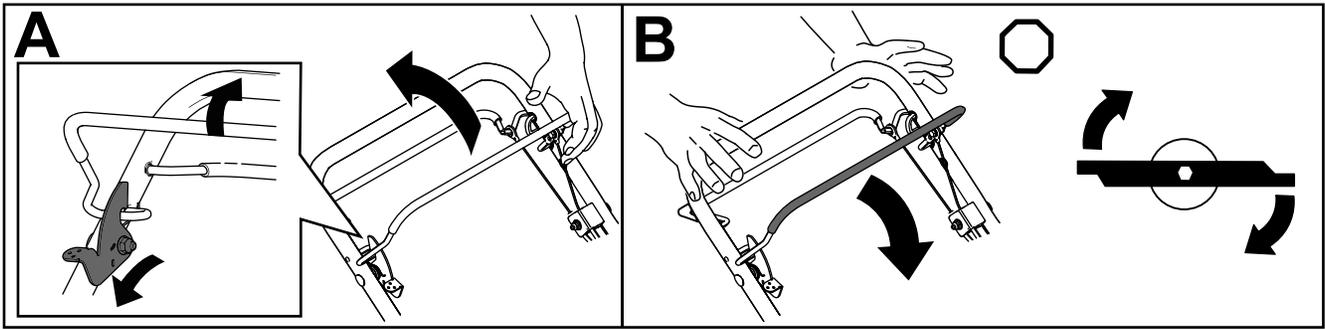

Figura 17
1. Empuje la palanca de bloqueo de control de las cuchillas hacia adelante y sosténgala para liberar la barra de control de las cuchillas (Figura 17, A).
2. Tire de la barra de control de las cuchillas hasta el manillar y libere la palanca de bloqueo de control de las cuchillas; la cuchilla debe engranarse (Figura 17, A).
3. Suelte la barra de control de las cuchillas para desengranar la cuchilla (Figura 17, B). La palanca de bloqueo de control de las cuchillas vuelve a su sitio original para bloquear la barra de control de las cuchillas.